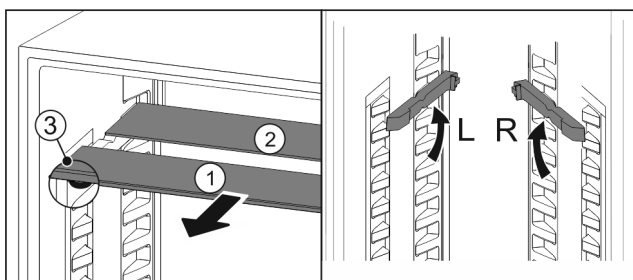

Fig. 34
- 将玻璃隔板逐个向前拉出 Fig. 34 (1)。
- ▷ 带装饰条的玻璃隔板 Fig. 34 (1)在前。
- ▷ 阻挡装置 Fig. 34 (3)指向下方。